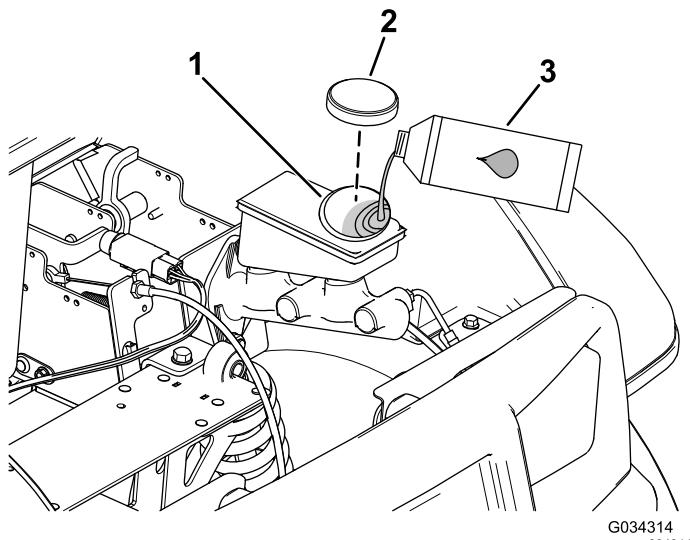

Figura 57
- Eleve novamente o capot para obter acesso ao cilindro principal do travão e reservatório (Figura 57).
- A. Limpe a zona em redor da tampa do reservatório e retire-a (Figura 57).
- C. Coloque a tampa do reservatório (Figura 57).